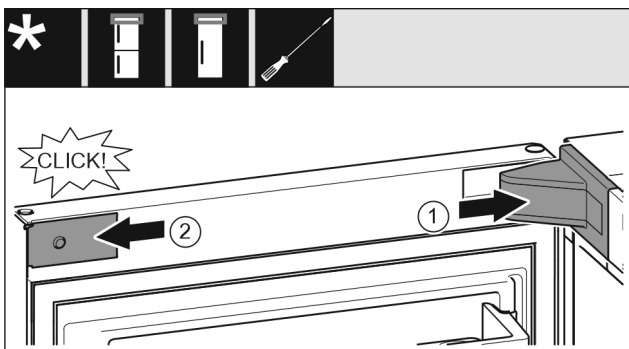

Fig. 23
- ▶ Lagerbockabdeckung aufsetzen und einrasten, ggf. vorsichtig auseinanderdrücken. *Fig. 23 (1)*
- ▶ Blende seitlich ansetzen und einrasten. *Fig. 23 (2)*